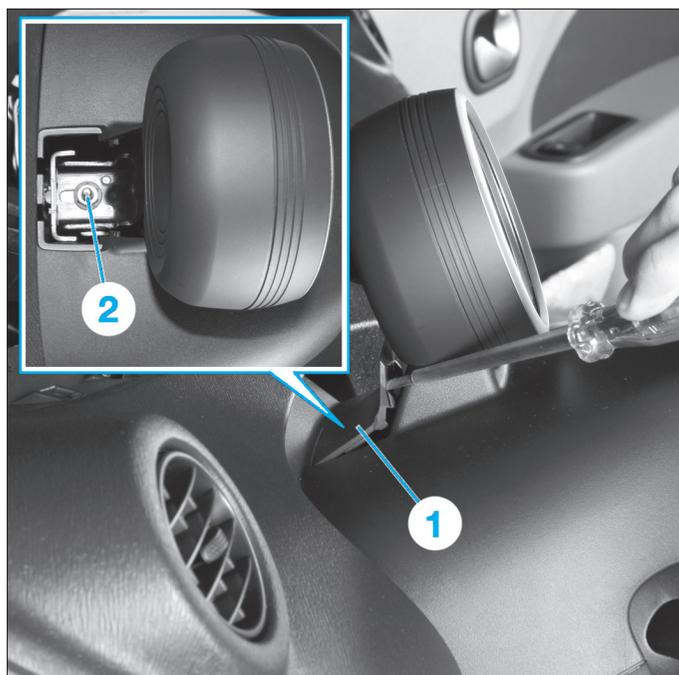

Fig. 3
- Si le véhicule est équipé d'un compte-tour, déposer le cache (1) situé derrière le compte-tour puis son écrou de fixation (2) (Fig.3).